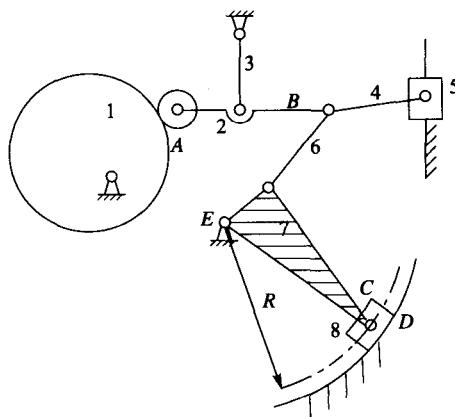

图 1-4
**例 4** 如图1-4所示，计算机构自由度，若有复合铰链、局部自由度和虚约束，请指出。